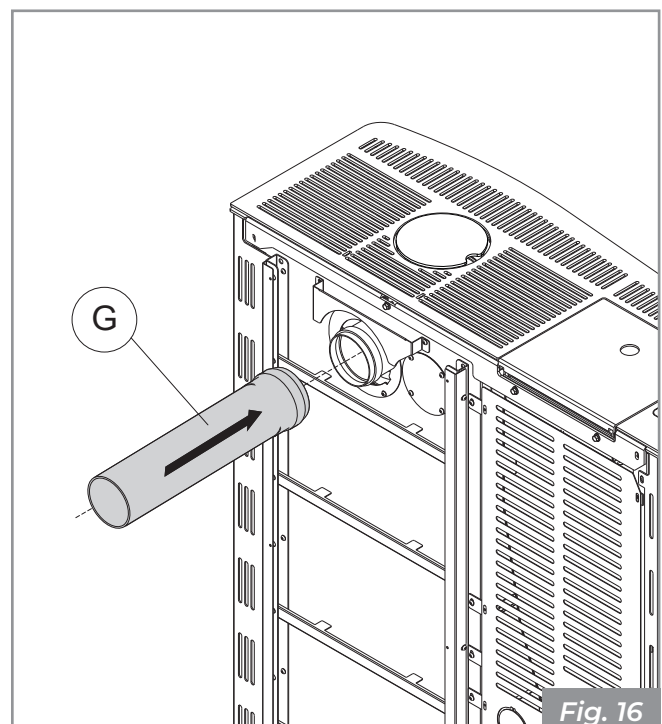

Fig. 16
- Monter le bouchon fumée (C) sur le côté supérieur du poêle à la place de la position précédente du collier fumée supérieur (D).
- Fermer le trou supérieur en joignant le bouchon esthétique (F) à la bague de support (E) à l'aide des 6 écrous fournis. Aligner l'ensemble avec le dessus en ajustant les écrous.
- Monter le collier fumée supérieur (D) sur le côté arrière du poêle au lieu de la position précédente du bouchon fumée (C).
- Retirer le pré-coupé du bouchon d'inspection arrière (B) et monter le composant à son emplacement précédent.
- IL EST possible de relier le tube fumée (G) au collier (D) (Fig. 16).